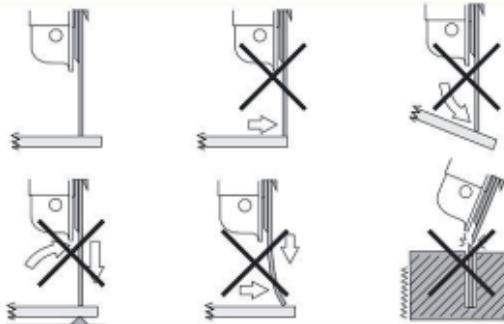

Figura 3
- Discos de corte deben ser utilizados en un ángulo de 90° en relación a la pieza (Figura 3).